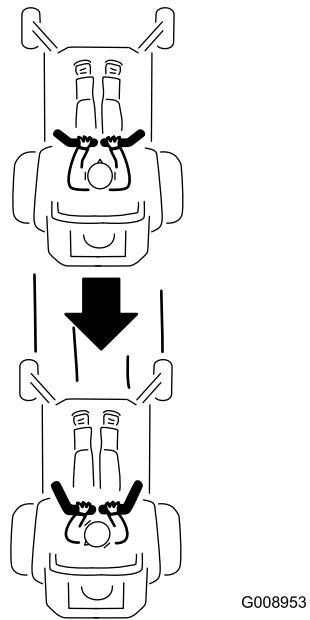

Figura 22
2. Para ir hacia adelante, tire lentamente de las palancas de control de movimiento hacia adelante (Figura 22).